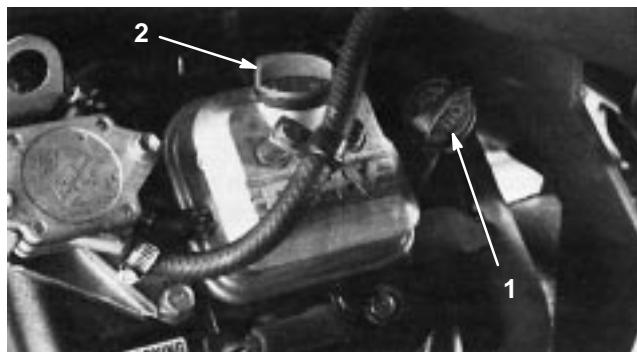

Figure 15
2. Dévissez la jauge et essuyez-la avec un chiffon propre. Revissez la jauge dans le tube en vérifiant qu'elle est enfoncee au maximum (Fig. 15). Dévissez la jauge et sortez-la du tube pour vérifier le niveau d'huile. Si le niveau est trop bas, retirez le bouchon de remplissage du couvre-culasse et ajoutez la quantité d'huile nécessaire pour amener le niveau au repère maximum de la jauge.